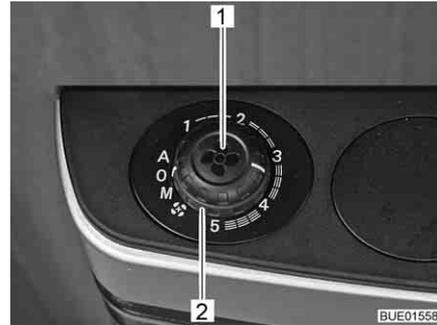

Fig. 144 Manopola e interruttore girevole per comando ventola
- Con l'interruttore girevole (Fig. 144,2) impostare la modalità di funzionamento desiderata.
- Posizionare l'interruttore girevole (Fig. 144,2) su "0".